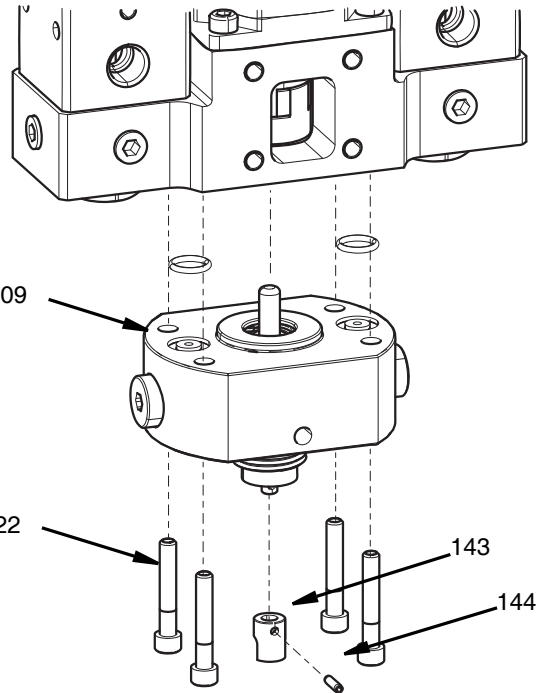
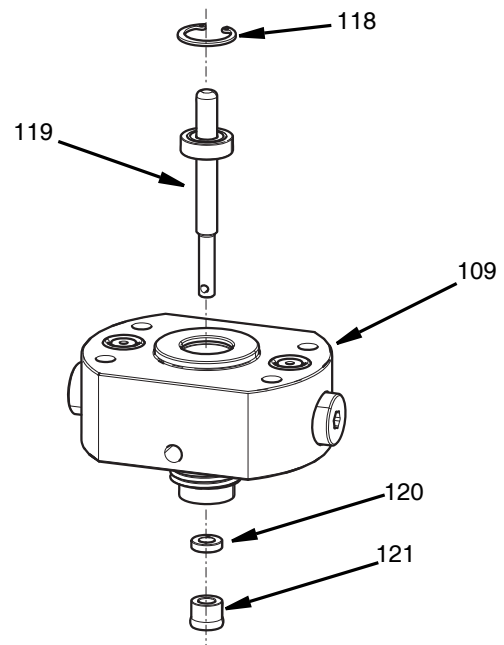

ABB. 32
ABB. 33
4. Die vier M5-Schrauben (122) mit einem 4-mm-Inbusschlüssel herausschrauben.
5. Düse des Rückschlagventils (109) und O-Ringe (108) entfernen.
6. Den Stift (144) aus dem Mischeradapter (143) aus dem Ende der Lagerwellenbaugruppe (119) herausdrücken.
7. Mischeradapter (143) entfernen. Siehe ABB. 32.
8. Haltering (118), der die Lagerwellenbaugruppe hält, entfernen.
9. Lagerwellenbaugruppe (119) aus der Rückschlagventildüse (109) herausziehen.
10. Drehdichtring (121) und Sicherungsring (120) mit einem 6 mm (1/4 Zoll) Stift aus der Rückschlagventildüse schieben Siehe ABB. 33.
1. Die Lagerwellenbaugruppe (119) in den Düsenabschnitt (109) einbauen.
3. Stützringdichtung (120) zentriert auf die Lagerwellenbaugruppe und in die Rückschlagventildüse einsetzen.
7. Die beiden O-Ringe (108) auf der Oberseite der Rückschlagventildüse ersetzen.
9. Klemmschraube an der Drehkupplung (127) anziehen, damit sie mit einem 2,5-mm-Inbusschlüssel auf der Lagerwellenbaugruppe gesichert werden kann.
10. Den Kupplungsdeckel mit den vier Schrauben M6 - 1,0 x 10 gegenüber der bauseitigen Montagevorrichtung montieren. Mit 13 N•m (50 in-lbs) festziehen. Montage, siehe ABB. 32 und ABB. 33.
- Für den Zugang zu, die Demontage und die Reparatur der Lagerwelle die Schritte 1 bis 8 im Abschnitt **Reparatur der Drehdichtung** ab Seite 40 durchführen. ABB. 15 Seite 17, ABB. 32 und ABB. 33 Seite 40.
- Für die Montage der Lagerwelle nach der Reparatur die Schritte 1 bis 8 im Abschnitt **Reparatur der Drehdichtung** ab Seite 40 durchführen. Siehe ABB. 15 Seite 17, ABB. 32 und ABB. 33 Seite 40.
2. Stift (144) aus dem Mischeradapter (143) herausdrücken.
3. Mischeradapter (143) entfernen. Siehe **ABB. 32**, Seite 40.
1. Mischeradapter (143) unter Verwendung neuer Teile auf der Mischerwelle (119) installieren.
3. Stift (144) in die Bohrung drücken.
4. Darauf achten, dass der Stift ganz nach unten gedrückt ist und an keiner Seite des Mischeradapters herausragt. Siehe **ABB. 32**, Seite 40.